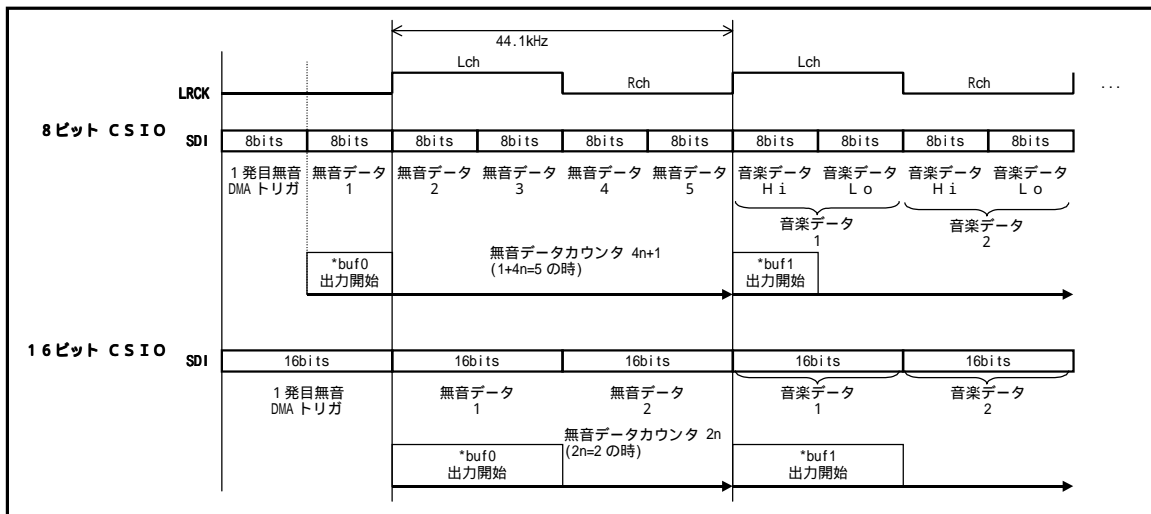

図 6.無音データ出力カウントと L,R チャンネル出力
- (2) 「図 6」で示される 1 発目無音データ DMA トリガは、シリアル送信バッファに無音データ(0h)を書き込むことで、リピート DMA 転送を開始する為のトリガとしています。
- (3) 本関数がアプリケーションプログラムから Call されると、